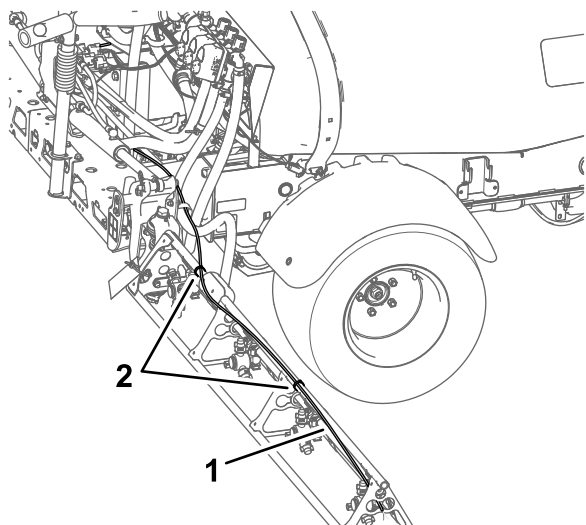

Figura 24
4. Passe o conjunto dos tubos pelo lado traseiro do poste de suporte superior da secção de pulverização exterior, como se mostra na Figura 24.
6. Prenda o conjunto dos tubos à secção de pulverização exterior com braçadeiras de cabos como se mostra na Figura 24.